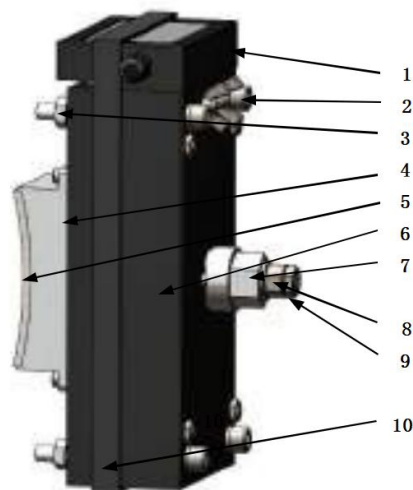

图3
5.2.3.1制动器闸瓦间隙调整（如图3）
- c) 将图3所示的序 7、序 8、序 9 拆下，此时可横向分开制动器的铁心和衔铁组件；